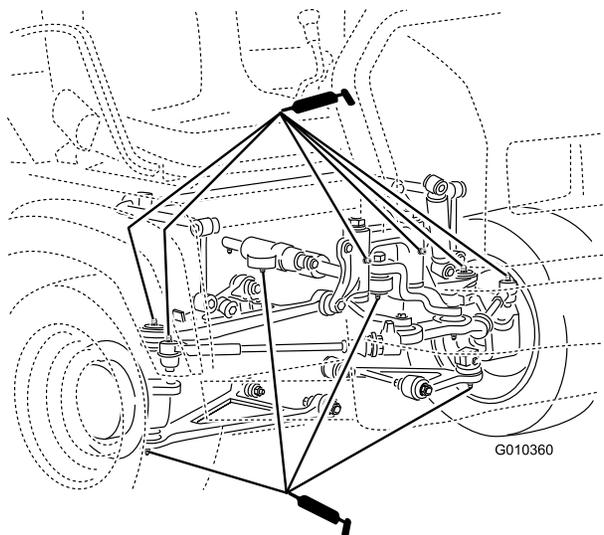

Figura 39
- Rótulas (4), barras de ligação (2), montagens articuladas (2) e cilindro de direção (2) como se mostra na Figura 39.